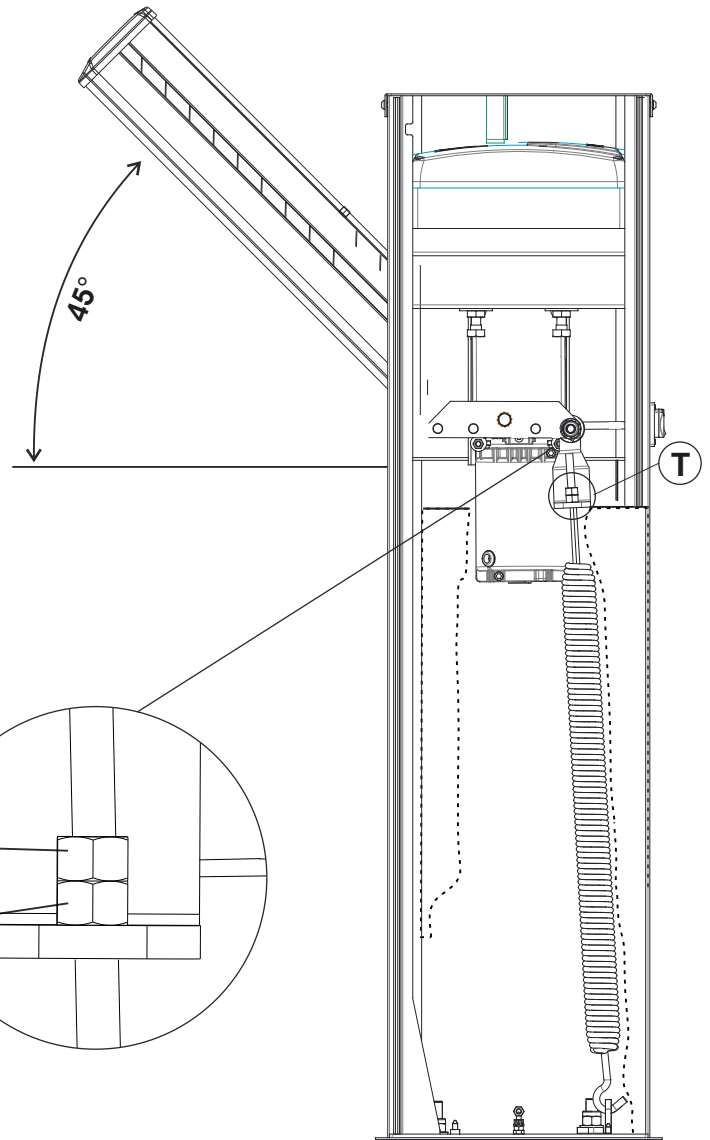

Fig. 10
- Déverrouiller la lisse avec le déverrouillage manuel, de façon qu'elle est libre de s'ouvrir et de se fermer manuellement (Fig. 10)
- Dévisser ou visser l'écrou de tension du ressort jusqu'à atteindre le point d'équilibre à 45° (Fig. 10). La condition optimale d'un parfait équilibre c'est obtenu quand la lisse reste dans la position indiquée dans Fig. 10.
**Si le balancement de la lisse n'est pas optimal et la tringle tendeur ressort (T) résulte trop longue, il faut couper la de la moitié de sa longueur**